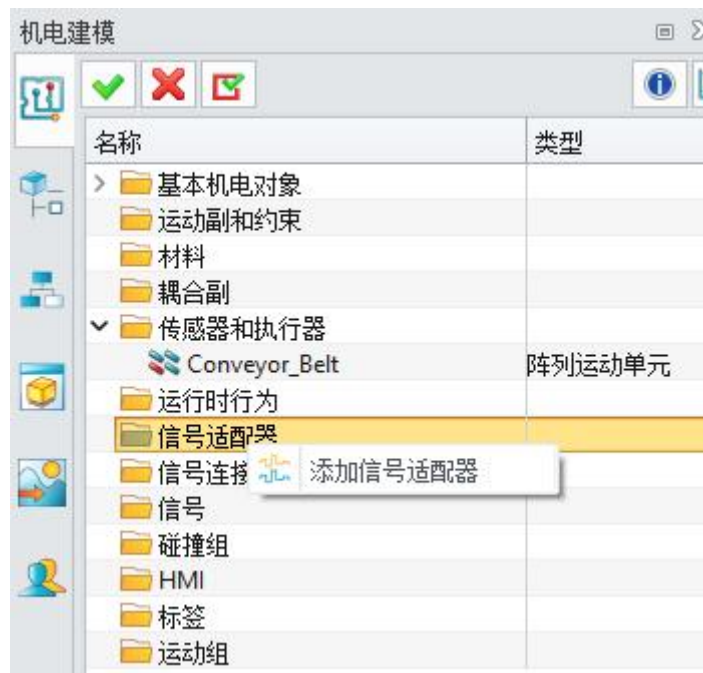

图 7-13: 添加信号适配器
- 等待在基本机电对象下生成圆形传送带以及阵列运动单元上的所有刚体和碰撞体。（图 7-13）